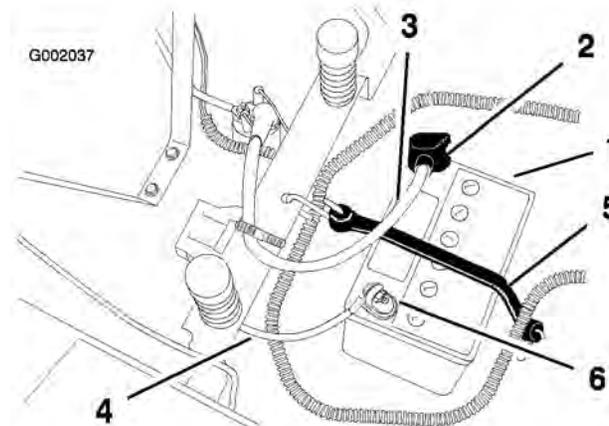

Figure 32
4. Débranchez le câble négatif (noir) de mise à la masse de la borne de la batterie (Figure 32).
positif (rouge) de la borne de la batterie (Figure 32).
6. Enlevez la sangle de maintien de la batterie (Figure 32) et ôtez la batterie de son support.
1. Placez la batterie dans son support en tournant les bornes vers l'arrière (Figure 32).
4. Fixez les câbles à l'aide de 2 boulons (1/4 x 3/4 pouce), 2 rondelles (1/4 pouce) et 2 écrous à oreilles (1/4 pouce) (Figure 32).
6. Fixez la batterie en place à l'aide de la sangle de maintien (Figure 32).